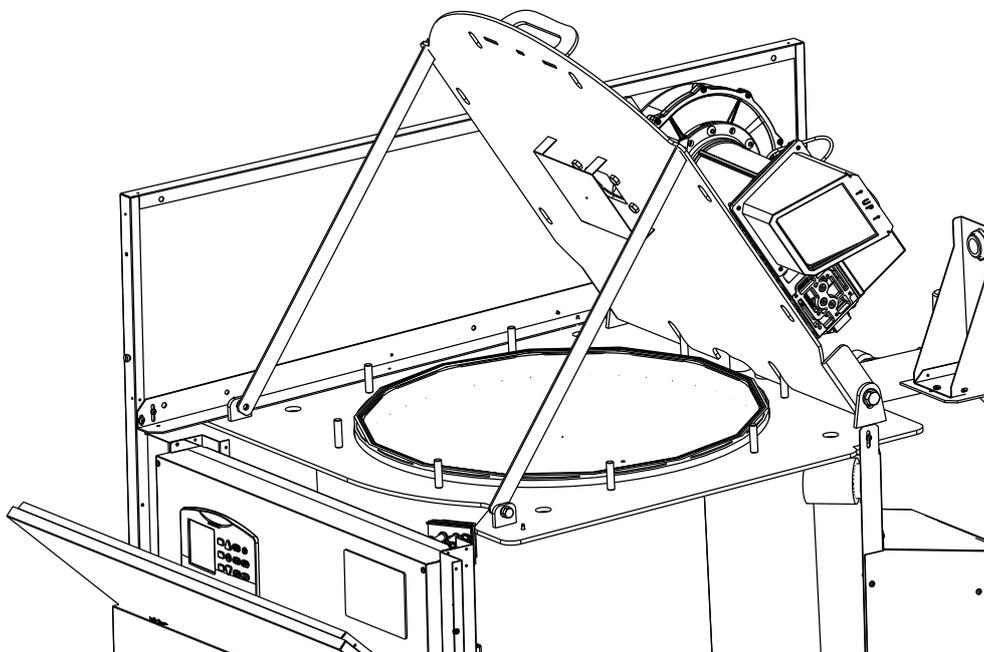

fig. 68
- Aprire la porta bruciatore e bloccarla con le staffe di sostegno (fig. 68).